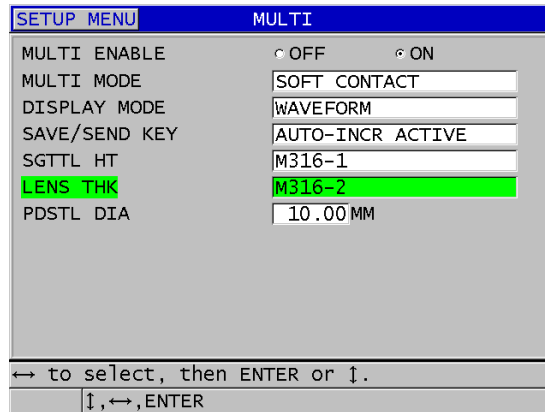

Abbildung 7-9 Einstellung der Parameter der Mehrschichtenmessfunktion im Kontaktlinsenmodus
5. Verfahren Sie im Fenster **MULTI** (siehe Abbildung 7-9 auf Seite 126) wie folgt: